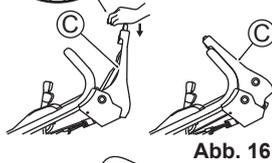

Abb. 16
3. Drücken Sie den Klinglebel (C) nach vorne und drücken Sie gleichzeitig dessen gelben Knopf. (Siehe Abb. 16) Die Klinge beginnt, sich zu drehen.